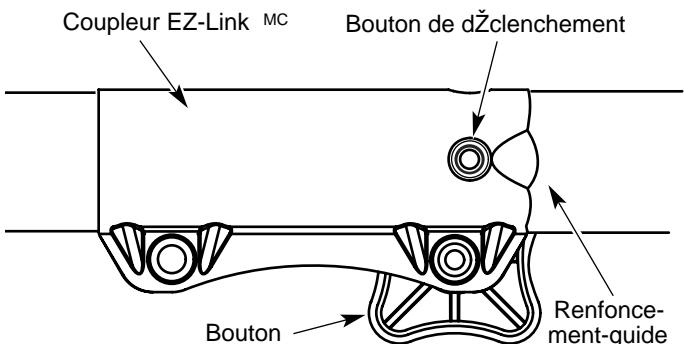

Fig. 6
1. DŽvissez le bouton vers la gauche (Fig. 6).
2. Appuyez sur le bouton de dŽclenchement et maintenez-le enfoncŽ (Fig. 6).
NOTE : aligner le bouton de dŽclenchement avec le renforcement-guide facilitera l'installation (Fig. 6).